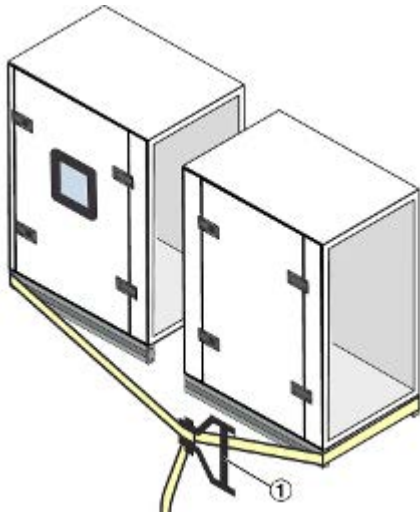

Fig. 13: Fijación de la correa al zócalo
6. ▶ Fije las correas al zócalo de dos módulos de la UTA (Fig. 13).